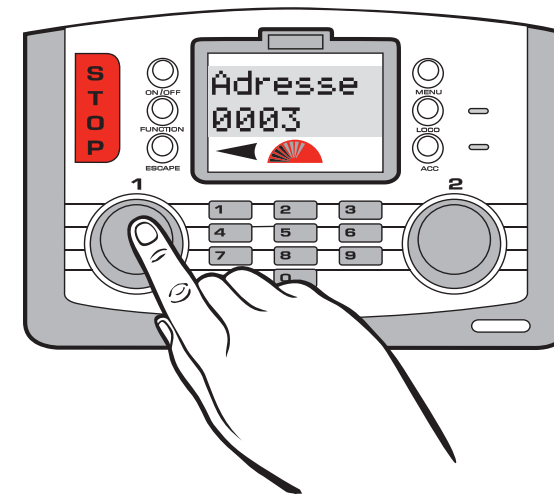

Fig 1
7. Surveillez la circulation sur votre circuit. La locomotive que vous recherchez se mettra à avancer ou à reculer légèrement. Voir Fig 1.